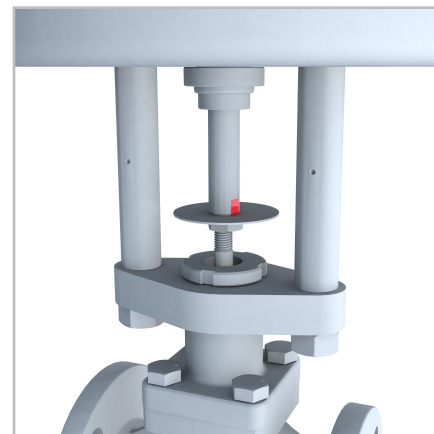

figura 8
8. Al volver a introducir el conjunto de la membrana en el activador (ref. 22), hay que procurar que los planos del vástago activador (ref.27) queden paralelos respecto a las platinas del cuerpo (figura 8), poder sujetar el vástago con la llave.
9. Volvemos a colocar los resortes (ref.36) en el mismo orden que estaban dispuestos.
10. Colocamos la tapa del activador, atornillando primeramente los tornillos largos (ref.39), hasta que la tapa del activador quede separada de la membrana 3mm aprox. Colocar los tornillos tapa cortos (ref.38), acabamos de apretar todos los tornillos.
11. En caso de válvula con mado manual, colocar y apretar la arandela (ref.41) y la tuerca (ref.42), sellando esta con sellador anaeróbico. Al apretar la tuerca (ref.42), es importante sujetar con una llave fija abierta de 14mm. por los planos del vástago (ref.27), teniendo en cuenta que la rosca es izquierda.